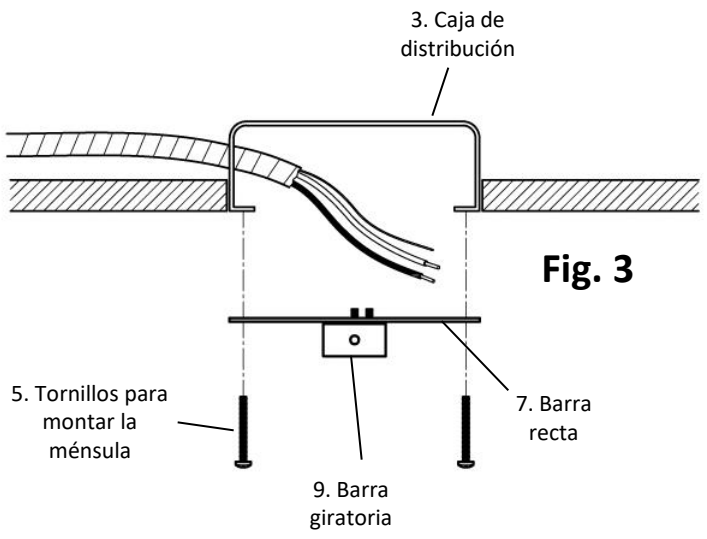

Fig. 3
2. Girar la barra giratoria (# 9) del ménsula de montaje (# 4) de modo que sea perpendicular a la barra recta (# 7). (Fig. 3)